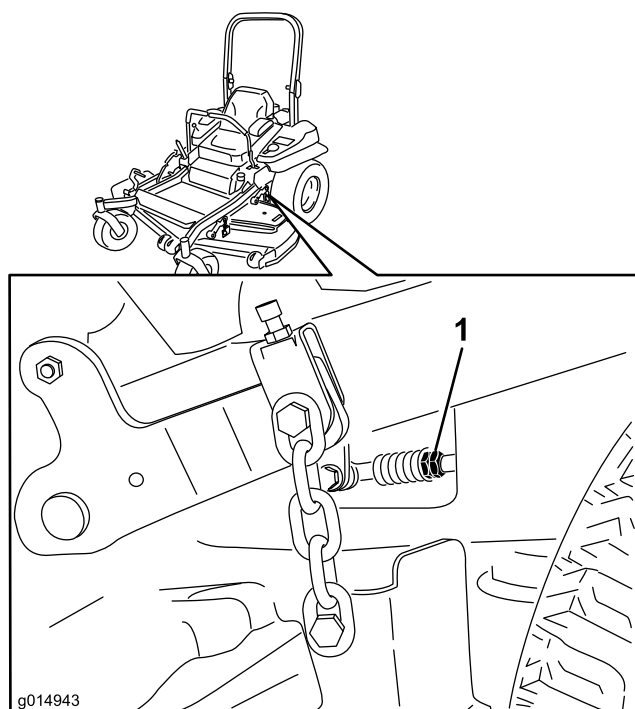

Figura 82
9. Ajuste la longitud de las varillas de control de las bombas girando las tuercas dobles de la varilla en el sentido apropiado, hasta que las ruedas se muevan ligeramente en marcha atrás (Figura 82).